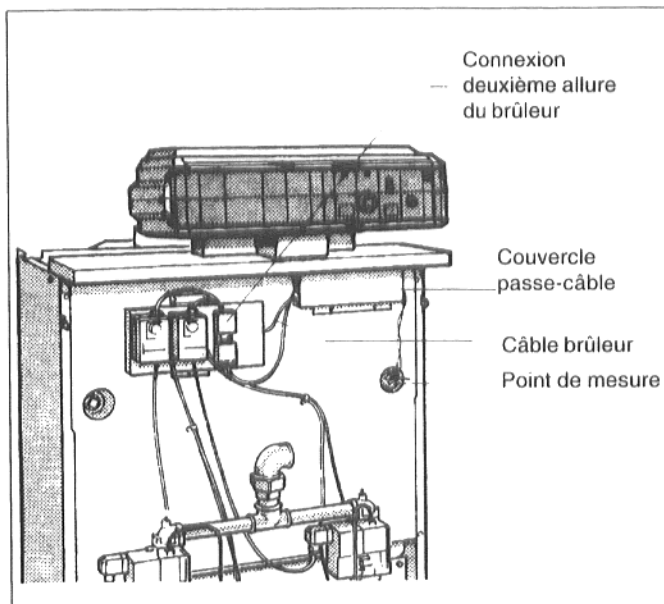

Fig. 17 : face avant de la chaudière
- Dévisser le couvercle du passe- câble (fig. 17)
- A partir du logement de câble, ramener les capillaires des sondes de température et pour le système de régulation Ecomatic également le câble dde la sonde de température d'eau de la chaudière sur la face avant de la chaudière, en les passant à travers l'ouverture prévue dans le capot avant (fig. 17)
- Dérouler les capillaires et pour le système de régulation Ecomatic, dérouler également les câbles de la sonde de température jusqu'au point de mesure (fig. 17).
- Amener le câble du brûleur jusqu'au tableau de commande en le faisant passer à travers le passe-câble et à travers le trou prévu dans le capot avant de la chaudière (fig. 17).
- Dans les modèles à deux allures, retirer la fiche avec le pont et insérer à la place la fiche du câble de la deuxième allure du brûleur (fig. 17).